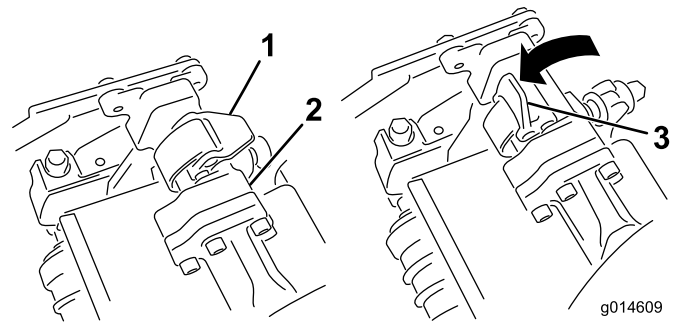

Figura 33
- Con los enganches del brazo de suspensión orientados hacia arriba (es decir, abiertos) (Figura 33), empuje hacia abajo el brazo de suspensión de modo que la barra encaje en la barra situada en la parte superior de la unidad de corte (Figura 34).
4. Presione los enganches hacia abajo alrededor de la barra de la unidad de corte y bloquéelas (Figura 33).
4. Abra los enganches de la barra del brazo de suspensión de la unidad de corte que está retirando (Figura 33).